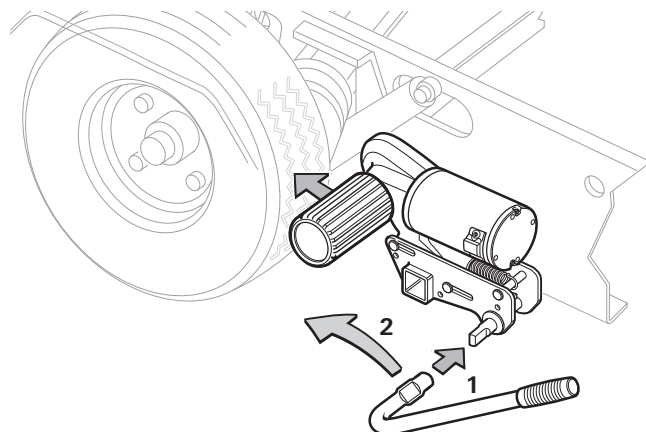
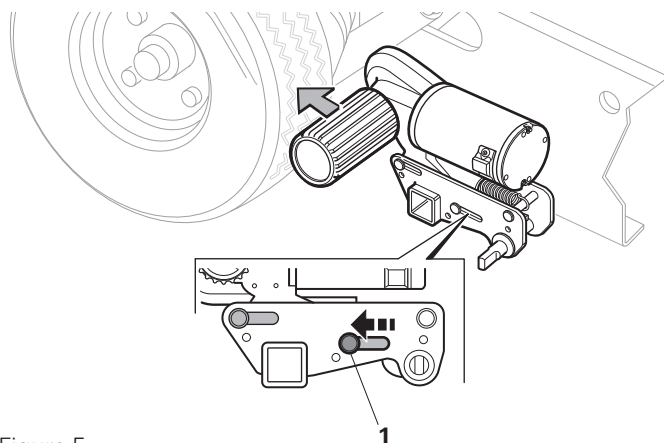

Figure 4
Figure 5
- Enfoncer le levier de plaquage sur l'arbre de rabattement (figure 4 - 1).
- Tourner le levier de plaquage dans le sens de la flèche (vers la roue du véhicule) (figure 4 - 2) jusqu'à ce que l'indicateur de position dans le boîtier se trouve sur « √ » (figure 5 - 1). L'unité d'entraînement s'enclenche en position finale et le rouleau d'entraînement se presse d'environ 20 mm contre le pneu. Cela doit être vérifié sur les deux côtés avant la manœuvre.